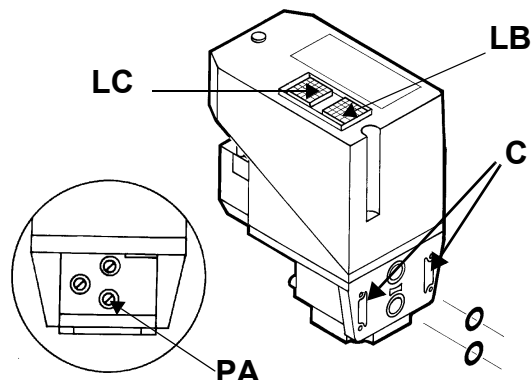
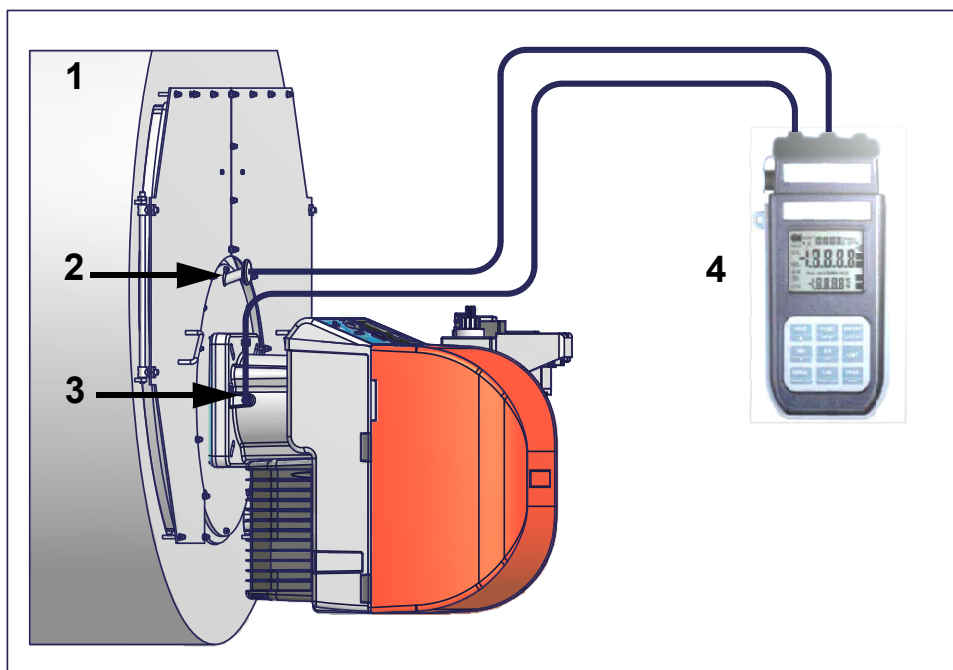

Рис. 8
Рис. 11
- 2). снять крепежные винты группы Multibloc (Рис. 11-A)
- 3). вставить уплотнительные кольца (10,5x2,25) в VPS 504 (Рис. 8-B, Рис. 11-B)
- 4). закрутить 4 винта блока контроля герметичности (M4x16) Рис. 11-C.
Кривые давления газа в голове сгорания горелки, в зависимости от расхода газа, действительны только в том случае, если горелка правильно отрегулирована (процентное содержание остаточного O2 в уходящих газах - как в таблице "Рекомендуемые параметры выбросов", а CO - в пределах нормы). На этой фазе голова сгорания, дроссельный клапан и сервопривод находятся в максимально открытом положении. Смотрите Рис. 11, на котором изображено, как правильно измерить давление газа, принимая во внимание значения давления в камере сгорания, снятые с манометра или пользуясь техническими характеристиками котла/утилизатора.